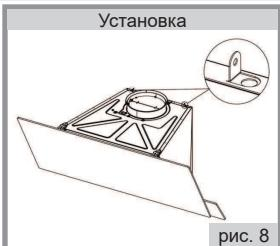

рис. 8
9) Потяните внутренний воздуховод вверх через внешний воздуховод и закрепите его винтом 3,5x6,5 RYSB на листе внутреннего декоративного короба, который вы ранее прикрепили к стене. (рис. 8)